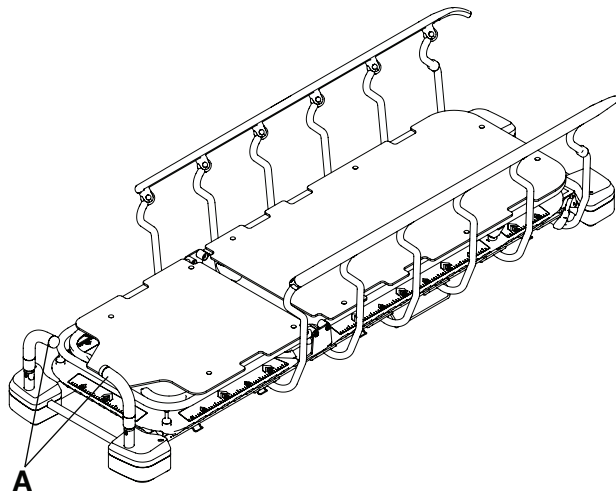

Figura 6 – Poziționarea manetelor de împingere de la capătul pentru cap
2. Rotiți manetele de împingere de la capătul pentru cap (A) în poziția de utilizare (Figura 6).